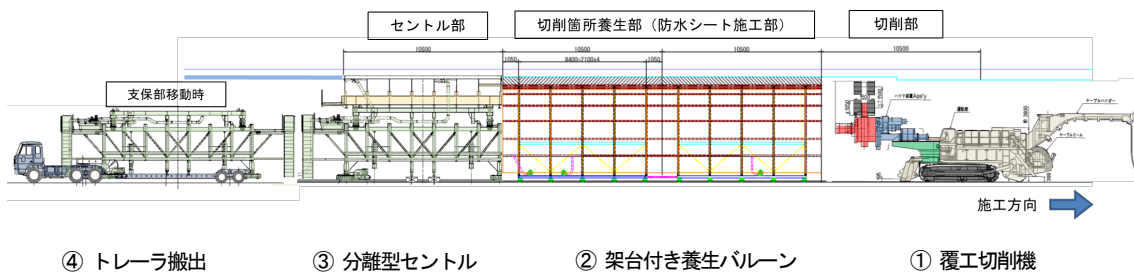

図1 LCR-Speed 工法 施工概要図
本工法は、夜間閉鎖を行った後、覆工切削機（図1①）を使用して老朽化した覆工コンクリート1スパンを厚さ20cm程度切削します。切削終了後、架台付き養生バルーン（図1②）により切削箇所を防護し、昼間は交通を開放します。
切削箇所に防水シートを設置後、分離型セントル（図1③）をセットし、コンクリートポンプ車を使用して硬化促進型高強度コンクリートを打設します。コンクリート養生後、分離型セントルの型枠部から支保工部を取り外し、トレーラに積載し坑外へ搬出（図1③）します。これにより、一般車の通行帯を確保します。
①覆工切削機